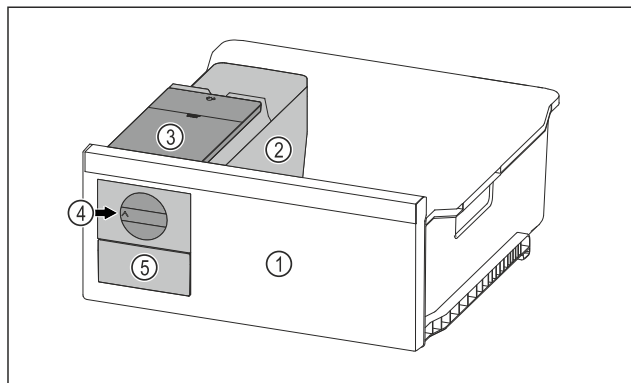

Fig. 155 Ilustrační zobrazení
- ▶ Otočte otočný knoflík Fig. 155 (4) ve směru hodinových ručiček až na doraz.
- ▷ Kostky ledu padají z misky na kostky ledu do zásuvky na kostky ledu Fig. 155 (5).